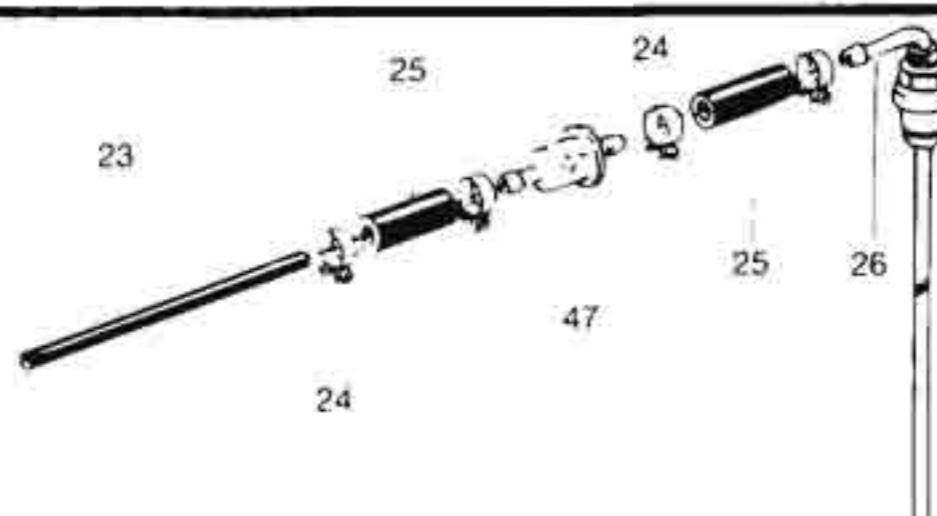
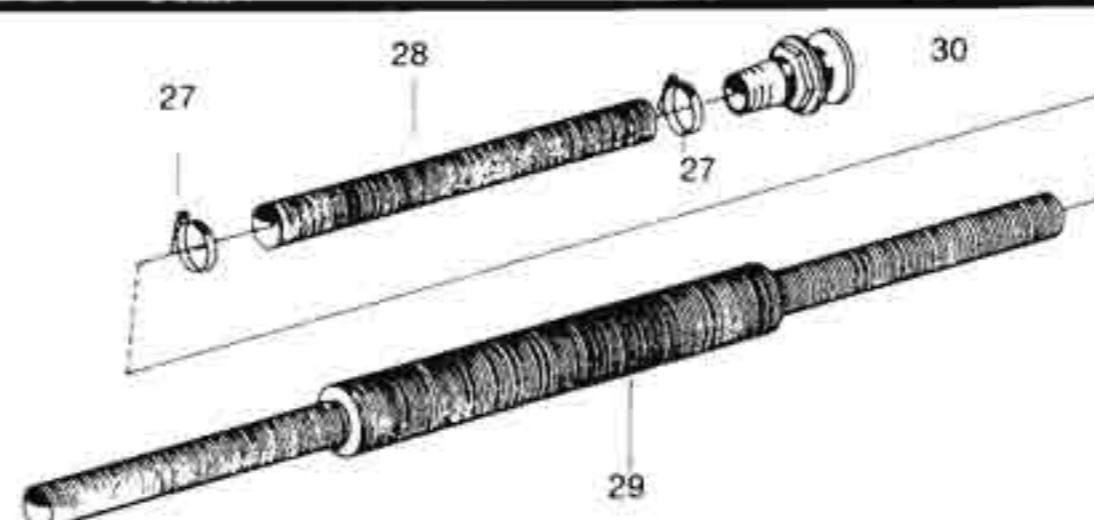

Fig 5
Fig 6
**Bränslesystem Fig. 5****Fuelsystem Fig. 5****Kraftstoffsystem Abb. 6**
**Förbränningsluftsystem Fig. 6****Combust. air system Fig. 6****Verbrennungsluftsys. Abb. 6**